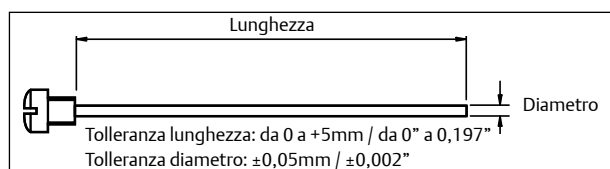

Figura. 6 Dimensioni SAFEKEY
(i pistoni si muovono verso l'interno, Figura. 6).
- Far passare l'apposita asta di bloccaggio HYTORK attraverso la calotta terminale (Figura. 6) ed avvitare la
- **Da XL 26 a XL681** nei pistoni (20).
7. Una volta che le calotte terminali sono posizionate e le unità SAFEKEY sono regolate correttamente, rimuovere le aste di bloccaggio HYTORK e riposizionare i bulloni di tenuta (28) e le guarnizioni (29).